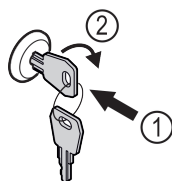

Fig. 87 Simbolična slika
- ▶ Vstavite ključ Fig. 87 (1).
- ▶ Ključ obrnite v smeri urnih kazalcev za 90° Fig. 87 (2).